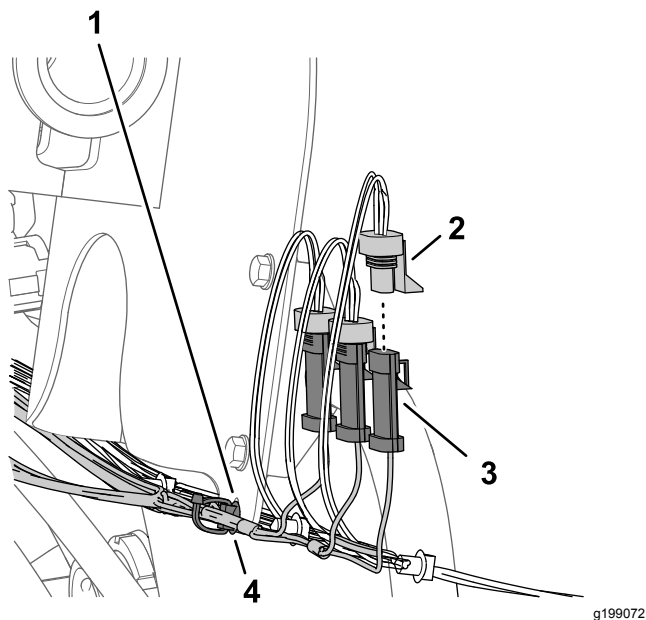

Рисунок 86
1. Подсоедините 3-штыревой разъем ответвления жгута проводов длиной 89 см с маркировкой LEFT SPRAY (ЛЕВАЯ СЕКЦИЯ ОПРЫСКИВАТЕЛЯ) к 3-гнездовому разъему жгута проводов машины с маркировкой LEFT SPRAY VALVE (КЛАПАН ЛЕВОЙ СЕКЦИИ ОПРЫСКИВАТЕЛЯ) (Рисунок 86).
2. Подсоедините 3-штыревой разъем жгута проводов из комплекта с маркировкой CENTER SPRAY (СРЕДНЯЯ СЕКЦИЯ ОПРЫСКИВАТЕЛЯ) к 3-гнездовому разъему жгута проводов машины с маркировкой CENTER SPRAY VALVE (КЛАПАН СРЕДНЕЙ СЕКЦИИ ОПРЫСКИВАТЕЛЯ) (Рисунок 86).
3. Подсоедините 3-штыревой разъем жгута проводов из комплекта с маркировкой RIGHT SPRAY (ПРАВАЯ СЕКЦИЯ ОПРЫСКИВАТЕЛЯ) к 3-гнездовому разъему жгута проводов машины с маркировкой RIGHT SPRAY VALVE (КЛАПАН ПРАВОЙ СЕКЦИИ ОПРЫСКИВАТЕЛЯ) (Рисунок 86).
4. Вставьте вставной держатель жгута проводов из комплекта в отверстие фланца кронштейна расходомера (Рисунок 86).